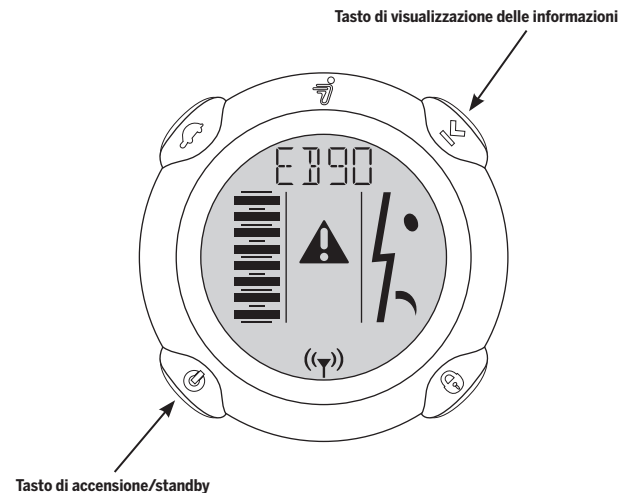

Figura 26: display del controller InfoKey durante l'arresto di sicurezza in modalità esercitazione
5. La terza persona dovrà quindi tenere premuti simultaneamente il tasto di visualizzazione delle informazioni e quello di accensione/standby per dare avvio all'arresto di sicurezza. La **Figura 26** illustra l'icona che compare sul display del controller InfoKey con un arresto di sicurezza in modalità esercitazione.